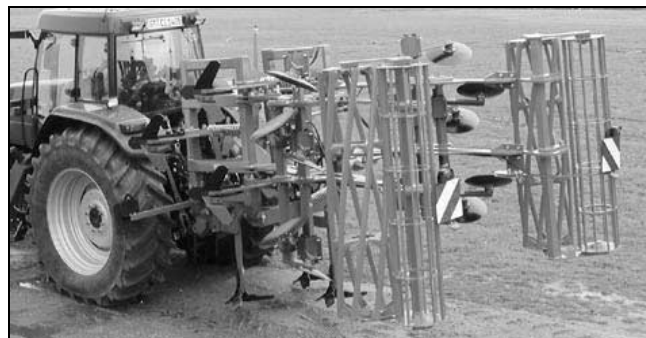

Fig. 9
- Installer trafikksikkerhetsinnretningen eller sving den i transportstilling (Fig. 9)!